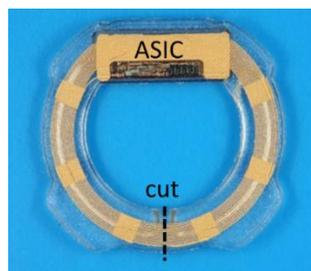

Abbildung 3: Vorgeschlagene Position für das Durchschneiden der Mikrospule.
- Das eyemate®-IO/KP-Implantat im Bereich der Mikrospule mit einer geeigneten Schere (z.B. Vannas-Schere) durchtrennen. Der einfachste Punkt zum Durchschneiden der Mikrospule ist in Abbildung 3 dargestellt. Dies ist der dünnste Abschnitt der Spule.